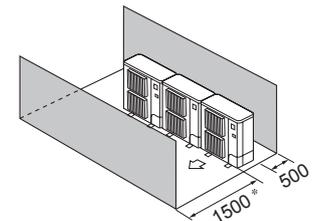

Fig. 2-12
- ④ Ostacoli anteriori e posteriori (Fig. 2-12)